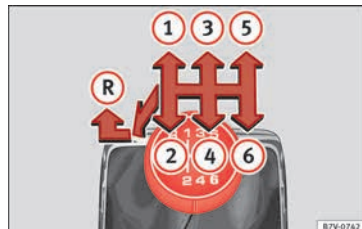

Abb. 48 Schaltschema des 6-Gang-Schaltgetriebes.
Auf dem Schalthebel sind die Positionen der einzelnen Fahrgänge dargestellt » **Abb. 48**.
- Schalthebel auf Leerlauf stellen und nach unten drücken, ganz nach links und dann nach vorne schieben um den Rückwärtsgang » **Abb. 48** **R** einzulegen.